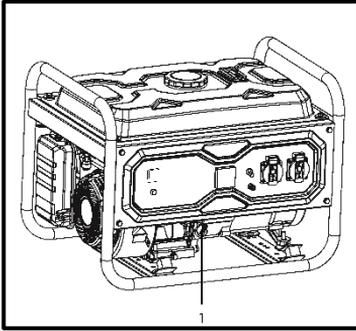

Рис.8
Заміна оливи (Рис. 8)
- Відкрутіть гвинти для зливання оливи (1) та злийте її в ємність (Рис. 8);